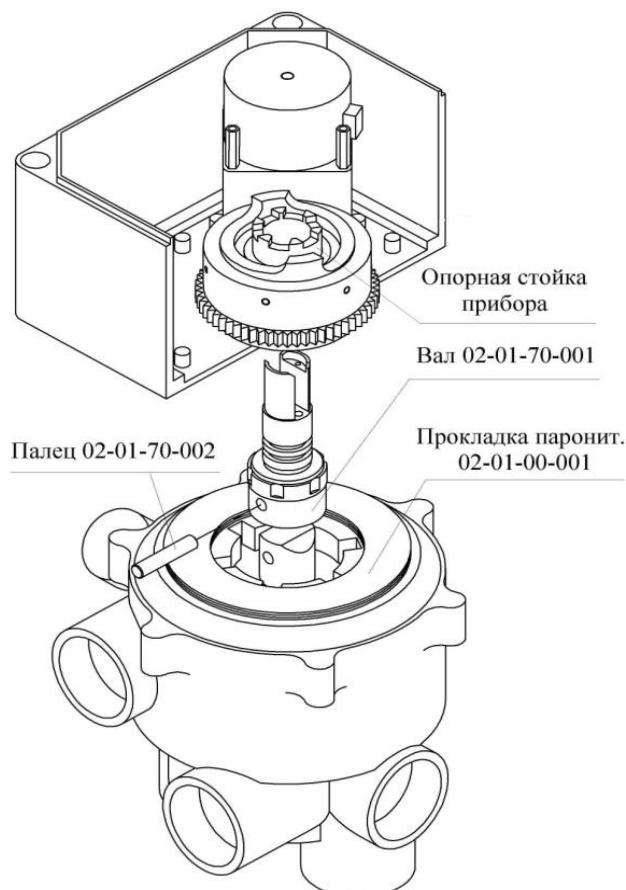
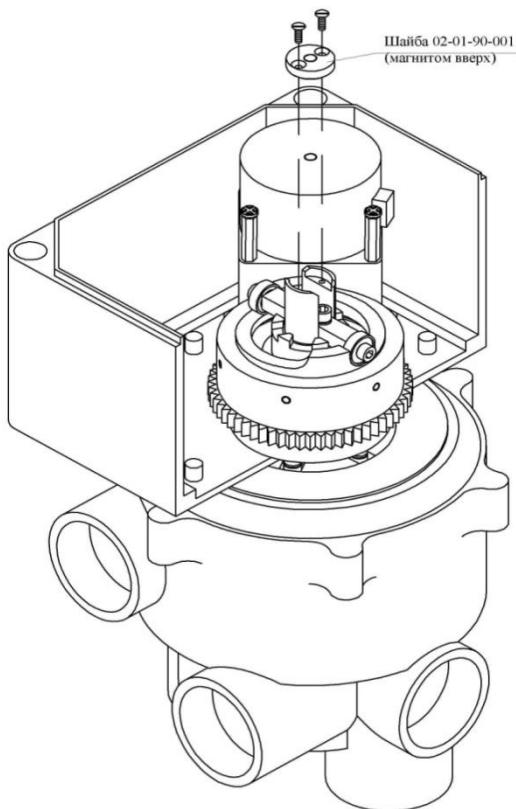
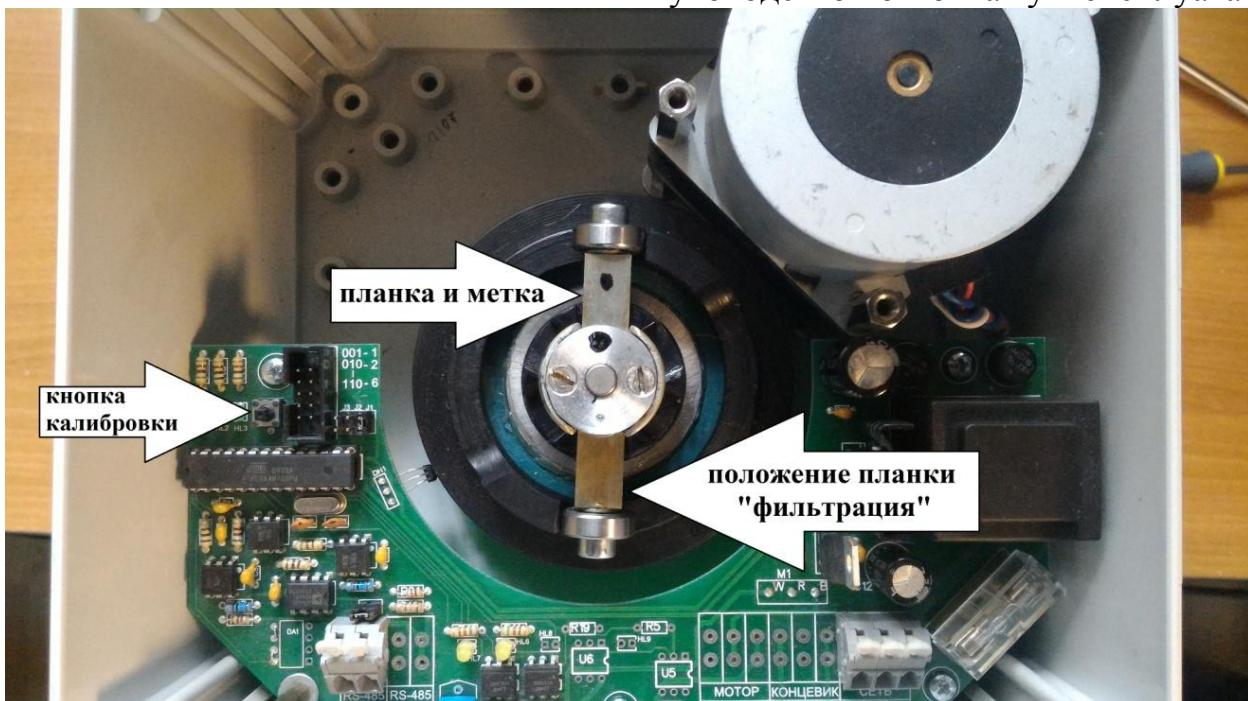
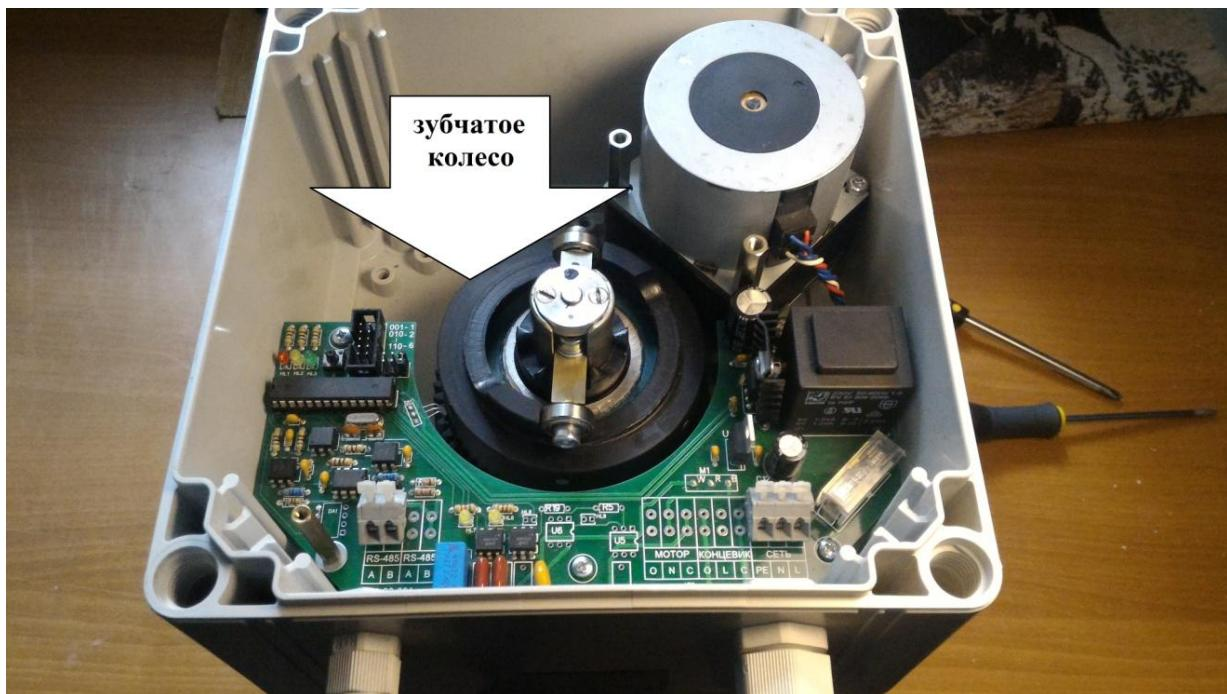

Рис. 2
Рис. 4
Рис. 8
Рис. 9
1.4.2. УСТАНОВИТЬ ВРУЧНУЮ 6-ПОЗИЦИОННЫЙ ВЕНТИЛЬ В ПОЛОЖЕНИЕ «ФИЛЬТРАЦИЯ», после этого расшплинтовать и снять с него ручку управления. Перед монтажом прибора на 6-ти позиционный вентиль, необходимо снять плату энкодера (см рис.1.2, поз.6). Вид платы может отличаться от изображённой на рисунке. Далее пометить маркером положение шайбы с магнитом (см рис.1.2, поз.5, рис.8,9) так, что бы при обратной сборке установить точно так же (например, поставить точку).
- 1.4.3.** Установить вместо ручки управления на вентиле вал (см рис.1.2, поз.1), зашплинтовав его пальцем (см рис.1.2, поз.2, рис.2) из комплекта прибора, как показано на рис. 2. Убедитесь, что прибор плотно «сидит» на вентиле, шесть винтов на дне прибора должны попасть в углубления на вентиле. Посадочное место, паз под «планку» с подшипниками в «металлическом валу», **должен быть не ниже уровня «паза» в пластиковой стойке** (рис.3, 3.1). Паз в «металлическом валу» должен быть примерно на 0,5 - 1мм выше чем паз в пластиковой стойке . Если паз в металлическом валу по уровню выше паза в пластиковой стойке на 1,5...2мм и больше, то между корпусом блока «Моно» и вентилем необходимо проложить пластиковые прокладки (см рис.1.2, поз.4), кол-во зависит от модели вентиля. **В прокладках советуем прорезать щель (7-9мм) для аварийного слива воды при изношенных уплотнительных резиновых кольцах в вентиле.** Прикрутить планку с подшипниками «3» к валу «1» двумя винтами M5x20 из комплекта прибора (см. рис. 4). Позиционирование планки «3» - фасками вниз. Для подгонки понадобится дополнительное снятие прибора с вала «1» (при пробном запуске цикла промывки, происходит усаживание корпуса к вентилю). Правильно выставленный зазор (с помощью прокладок), можно проверить – **подшипники на планке (рис.3) должны свободно прокручиваться** пальцами рук (при условии что вал вентиля опущен (положение фильтрации) - подшипники планки находятся в нижней части подъемной дорожки зубчатого колеса -(рис.9). Примерное рекомендуемое расстояние между подшипниками и подъемной дорожкой – 0,5 – 1мм, но не более.
- 1.4.4.** Установить и прикрутить к валу (см рис.1.2, поз.1) шайбу с магнитом (см рис.1.2, поз.5) двумя винтами M3x8 из комплекта прибора (магнитом вверху!) в паз верхнего торца вала (см. рис. 4, 5, 8, 9).
Пометить маркером положение шайбы с магнитом (рис. 8,9) так, что бы при обратной сборке установить её точно так же (например, поставить метку).
Прибор поставляется в сборе и откалиброванным. Перед монтажом прибора на 6-ти позиционный вентиль, необходимо снять плату энкодера «6» (см. рис. 2). Пометить маркером положение шайбы с магнитом (поз.«5», рис.2 и рис. 8,9) так, что бы при обратной сборке установить её точно так же (например, поставить метку).
Проверка калибровки проводится при условии, что 6-ти позиционный вентиль находится в положении фильтрации. Планка с подшипниками находится в положении как на рисунке (поз.«3», рис.2 и рис. 8,9), она как «стрелка» указывает на надпись вентиля – «фильтрация» или «промывка». Это правильная, начальная установка прибора на вентиль. Проверить правильность калибровки можно путем подачи команды в ручном режиме – «промывка», с приборов («МАСТЕР», «ПРОФИ» или «СТАНДАРТ»). **При остановке вала «1», в фиксированных положениях «промывка», «уплотнение» и обратно в «фильтрация», должен быть слышен щелчок трещотки**, которая предотвращает обратный ход вала вентиля (защита от утечек). Если при остановке (в фиксированных положениях) щелчков нет хотя бы в одном положении или вал останавливается в произвольных положениях, нужно **проводить новую калибровку** прибора.
Калибровка проводится при условии, что 6-ти позиционный вентиль находится в положении фильтрации и планка с подшипниками «3» находится в положении как на рисунке (рис.8),